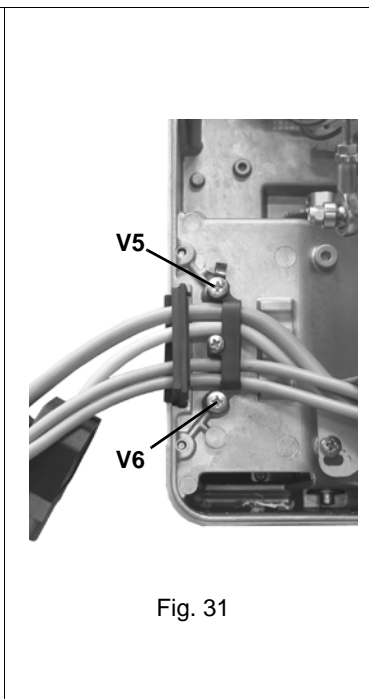

Fig. 31
- 2 quitar el soporte de goma para los cables, desatornillando los tornillos V5 y V6 como se muestra en (Fig. 31);